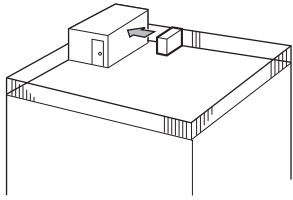

Fig. 2-3
- ① Hava çıkışını, en yakındaki duvara doğru, duvardan yaklaşık 50 cm uzaklıkta olacak şekilde yerleştirin. (Fig. 2-3)